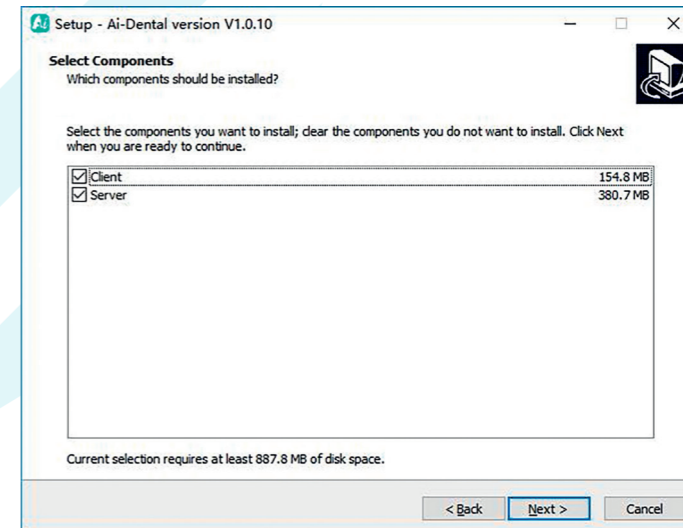

Figura 6
4.1.5 Selecionar componentes. O utilizador seleciona o componente correspondente conforme necessário e, em seguida, clica no botão «Next», conforme mostrado na Figura 6: